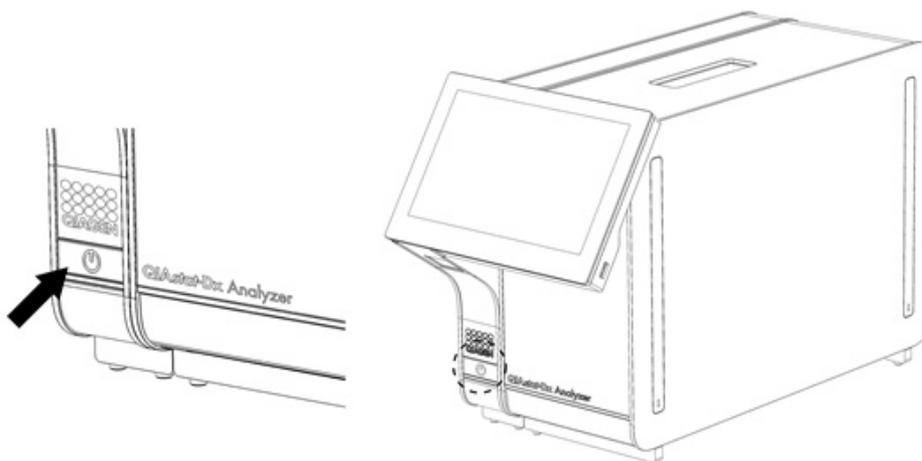

Figura 22 Uso del botón ON/OFF (Encendido/apagado) para iniciar el instrumento.
1. Pulse el botón ON/OFF (Encendido/apagado) situado en la parte delantera del QIAstat-Dx Analyzer 1.0 para poner en funcionamiento la unidad (figura 22).